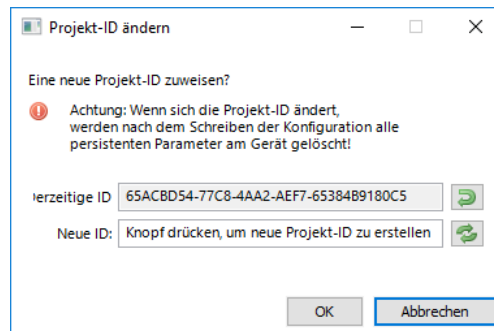

Abbildung 28: Ändern der Projekt-ID.
- **Projekt-ID:** Dieser Knopf öffnet den Dialog für die Projekt-ID wie in Abbildung 28 gezeigt. Die Projekt-ID kennzeichnet die Datenpunkt Konfiguration in eindeutiger Weise. Wenn sich die Projekt-ID ändert, werden alle persistenten Werte auf dem Gerät verworfen und durch die Standardwerte der neuen Konfiguration ersetzt. Um die Änderung